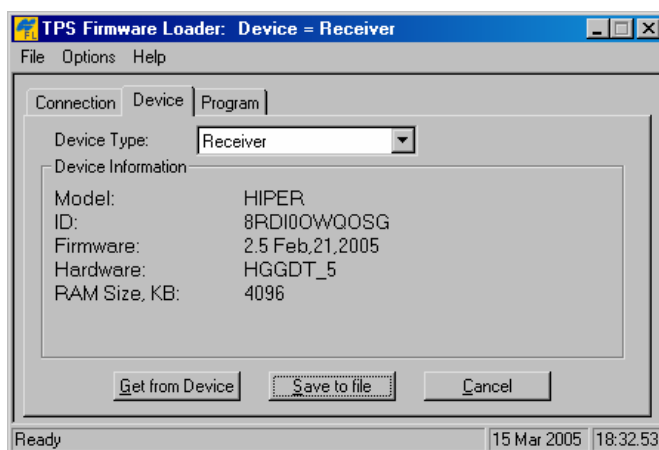

Рисунок 4-18. Установите тип устройства - *Receiver*
1. В программе FLoader выберите вкладку *Device*, в ней выберите значение *Receiver (Приемник)* для поля *Device Type (Тип устройства)*. После этого щелкните на кнопке *Get from Device (Опросить устройство)* для получения сведений об устройстве, см. рис. 4-18.